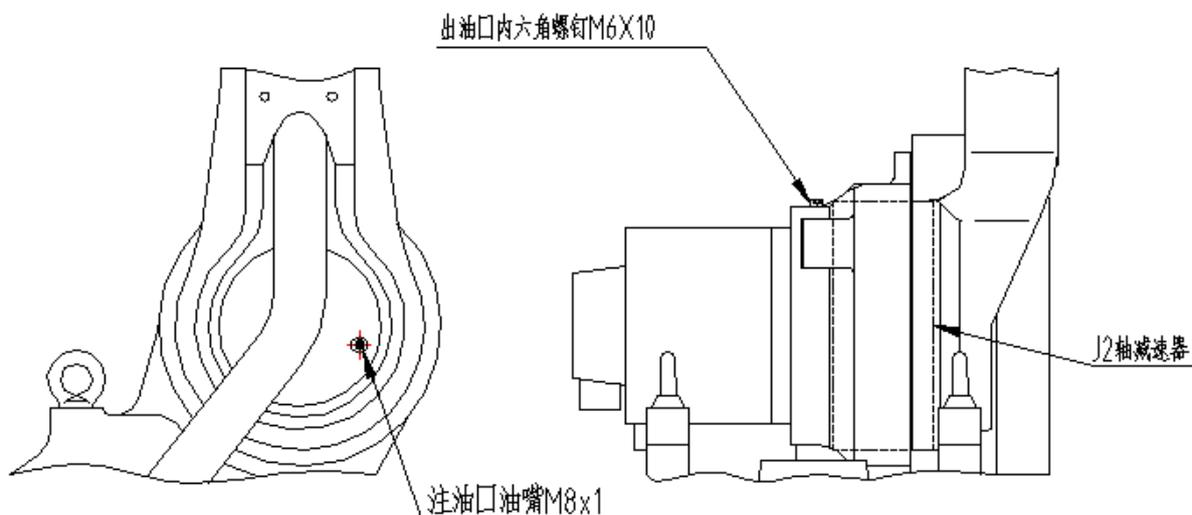

图 12 J2 轴减速机局部结构
(1) 油脂补充步骤（参考 图 12）
- ④ 安装注油口堵塞;
- ⑤ 安装出油口堵塞前, 运动 J2 轴几分钟, 使多余的油脂从出油口排出;
- ⑥ 用布擦净从出油口排出的多余的油脂, 安装出油口堵塞。
(2) 油脂更换步骤 (参考 图 12)